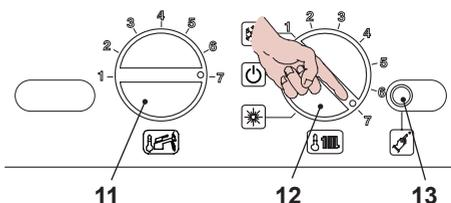

Рис. 7.1
- Поверните переключатель функций 12, как показано на рисунке Рис. 7.1.
- Установите регулятор температуры воды в системе горячего водоснабжения 11 на максимальное значение, как показано на рисунке Рис. 7.1.